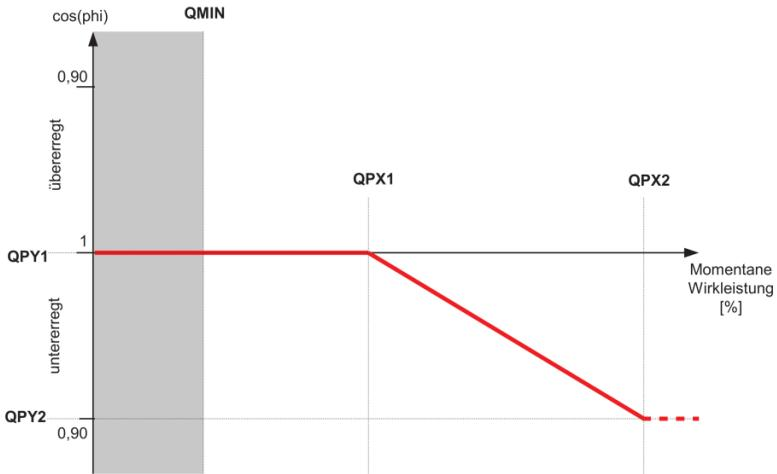

Abbildung 24: Q(P)-Kennlinie
- QPX1 QPX2:** Geben Sie die Einstellwerte für QPX1 und QPX2 mithilfe der Zahleneingabefelder ein. Entnehmen Sie die Einstellwerte der Abbildung 24.